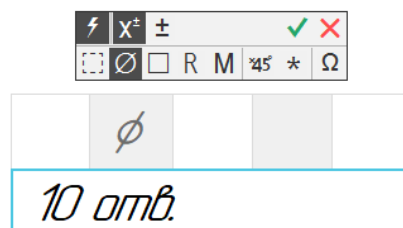

Рисунок 2.3 – Доповнення основного тексту розміру додатковим
- в *Інструментальній панелі Креслення-Розміри-Діаметральний розмір* проставляємо необхідні діаметральні розміри. Для постановки розмірів на полці необхідно в панелі *Параметри* розмірів вибрати потрібний параметр *Розміщення тексту*. Для доповнення основного тексту розміру додатковим необхідно в панелі *Параметри* розмірів вибрати поле *Текст* та прописати необхідний текст у вікні, що з'явилося (рис. 2.3), підтвердити дію та зафіксувати розмір в необхідному місці.